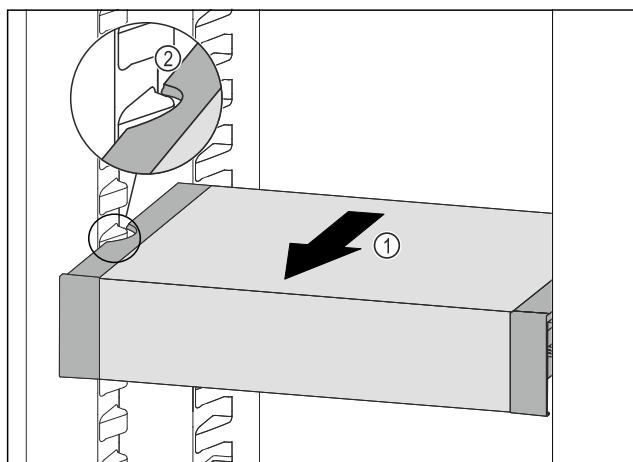

Fig. 107
- ▶ VarioSafe ťahajte dopredu Fig. 107 (1), kým sa bočné výbrania VarioSafe nebudú nachádzať vo výške rebra nádoby v chladničke. Fig. 107 (2)